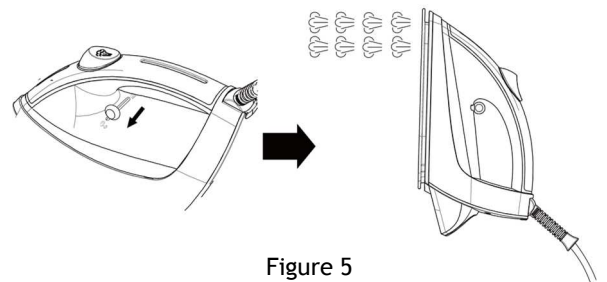

Figure 5
2. Ustawienie wzmocnienia pary: Para zostaje skoncentrowana w przedniej części stopy żelazka zwiększając ciśnienie pary dla usunięcia opornych zagnieceń (rysunek 5).